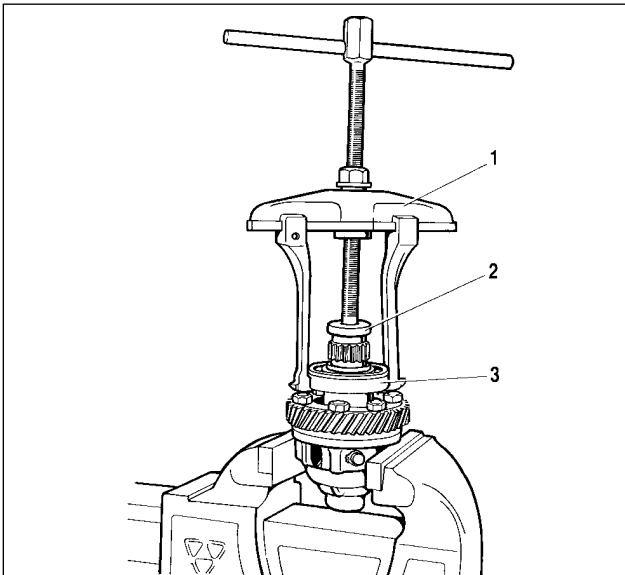

Fig. 3-43. Extraction à la presse d'un roulement hors de corps du différentiel:
- déposer des roulements avant et arrière d'un cage du différentiel (fig. 3-43) en utilisant l'extracteur et l'outil 67.7853.9559;